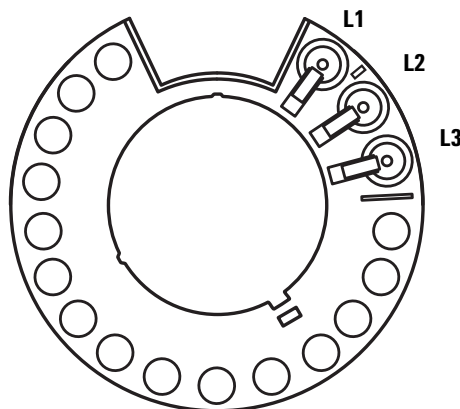

図 108 トランスファタレットポジション L1、L2、L3 (上から見た図)
- 2 両方のタワーについて、トランスファタレットポジション L1、L2、および L3 からバイアルをすべて取り外します (図 108 を参照)。